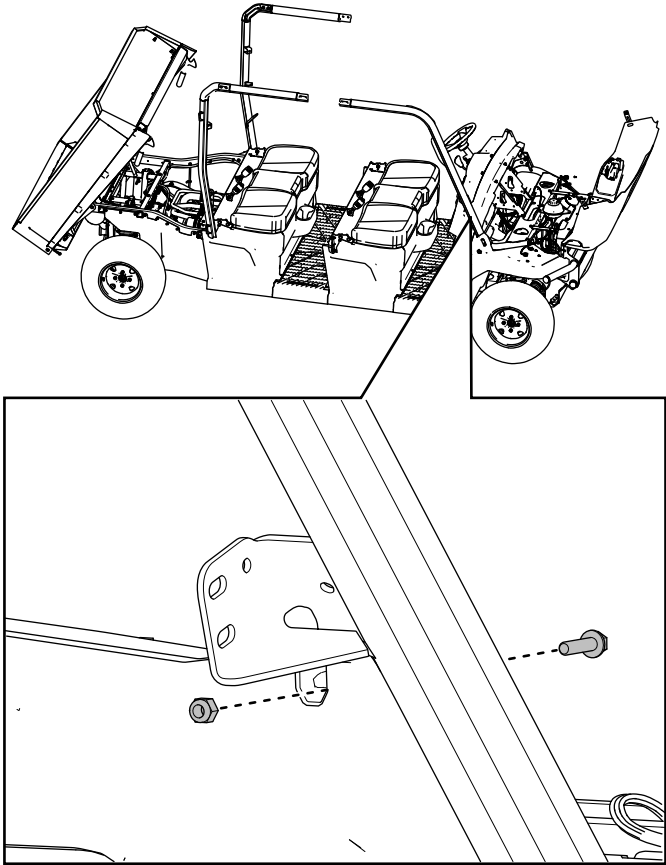

Figura 39
11. Sujete provisionalmente el conjunto de barra antivuelco delantera derecha en el panel del salpicadero con 1 perno de cabeza hexagonal con arandela prensada ($\frac{1}{4}$ " x 1") y 1 contratuerca ($\frac{1}{4}$ "), tal y como se muestra en la Figura 39.